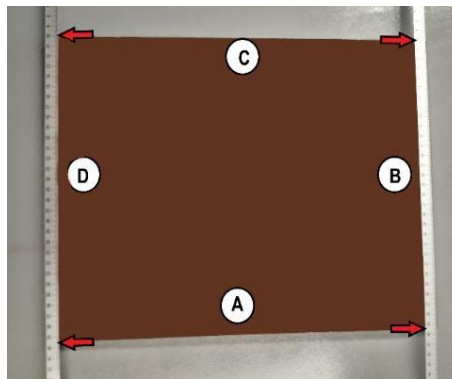

Figura 14 – Medição da pontas superiores e inferiores do MDF
6. Meça a ponta superior dos lados B e D, e em seguida meça a ponta inferior, conforme a **Figura 14**, e, anote as medidas.